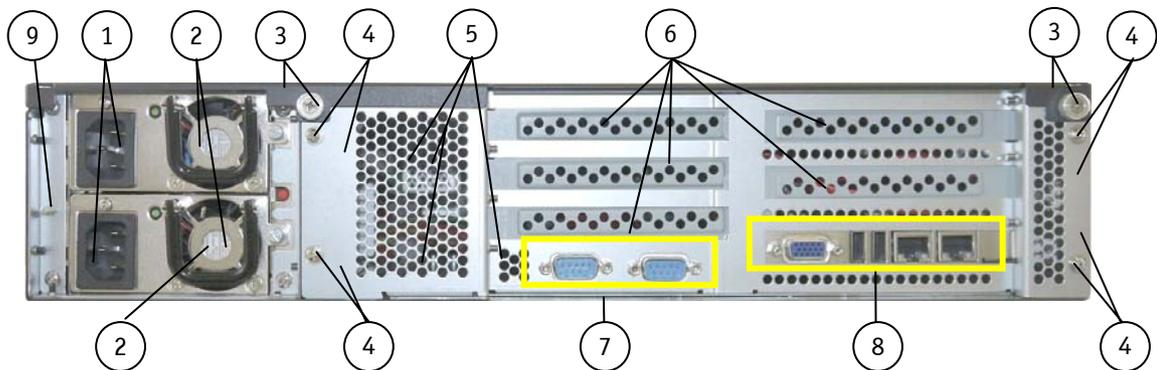
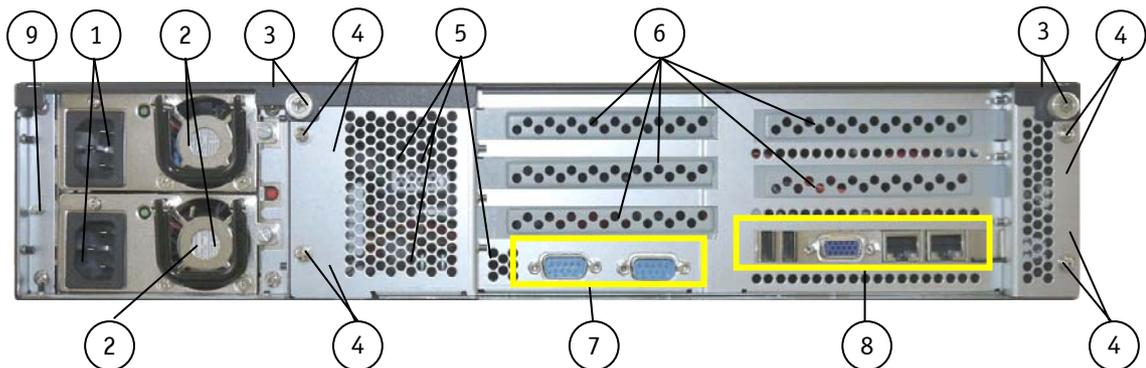
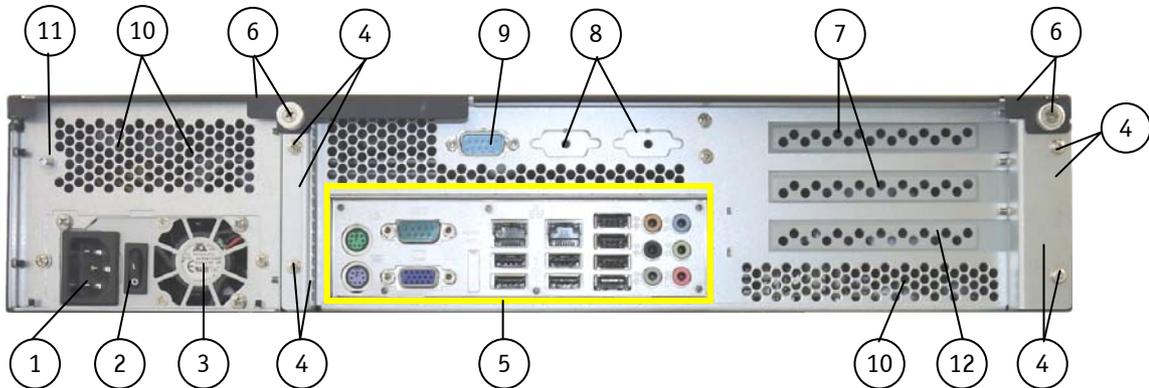

Abb. 13: KISS 2U V2 – Rückseite mit SBC-Karte (im Bild mit PCI-760 und redundantem Netzteil)
Abb. 14: KISS 2U V2 – Rückseite mit SBC-Karte (im Bild mit PCI-761 und redundantem Netzteil)
Abb. 17: KISS 2U V2 - Rückseite mit KIQ45/Flex Mainboard (im Bild mit Wide Range-Netzteil)
- die Rändelschrauben (Abb. 13 / Abb. 14, Pos. 3, und Abb. 17, Pos. 6) an der Rückseite.
Legende für Abb. 13 und Abb. 14:
| 4 Kartenkäfig für SBC- und Zusatzsteckkarten) mit Befestigungsschrauben | 8 Schnittstellen der SBC-Karte [PCI-760 (Abb. 13) / PCI-761 (Abb. 14)] |
Abhängig von der eingesetzten CPU-Karte (Mainboard oder SBC) können an Ihrem System, on-Board Schnittstellen, z. Bsp. serielle Schnittstellen, nach außen geführt sein (siehe Abb. 14, Pos. 7 und Abb. 17, Pos. 9). Diese Anschlüsse ermöglichen Ihnen Peripheriegeräte anzuschließen.
Der Erdungsbolzen befindet sich an der Rückseite der KISS 2U V2-Plattform (siehe Abb. 13, Pos. 9, Abb. 14, Pos. 9, und Abb. 17, Pos. 11).